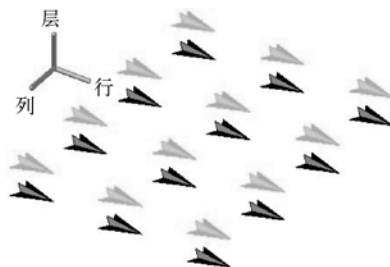

图 3-33 阵列的层
- 层数(L): 指定阵列中的层数, 如图 3-33 所示。